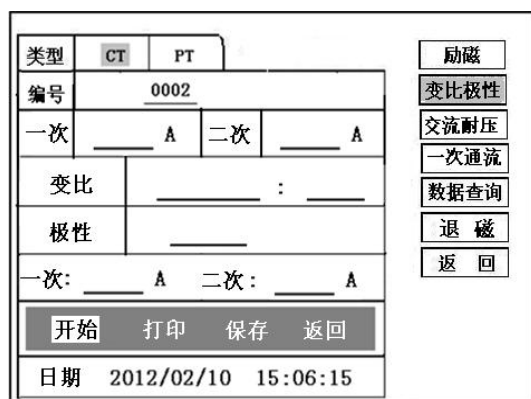
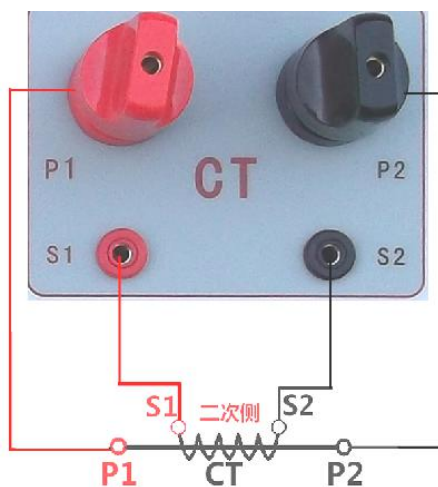

图 12，CT 变比极性测试界面
图 13 ，CT 变比极性接线图
1) 参数设置：测试界面见图 12。
按照图 13 进行接线，CT 一次侧接 P1、P2，CT 二次侧接 S1、S2。进入 CT “变比极性”测试界面，如图 12。设置完成后，合上“功率开关”，移动光标至“开始”选项，按下控制器，试验即开始。